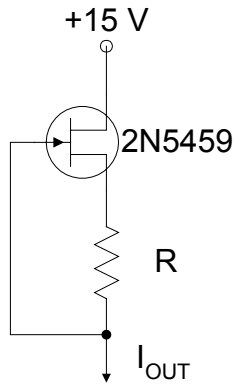

Figura 5. Fuente de corriente del JFET.
3. Puede utilizar el chip del 555 para generar una forma de onda de diente de sierra, en lugar de la onda cuadrada disponible en el pin 3 de salida. Una forma de hacerlo es conducir el condensador con una fuente de corriente (que proporcionará una tensión lineal del condensador con el tiempo) y reajustar el condensador (descargarlo) con la conexión de descarga del 555. Diseñe y construya este circuito para generar una forma de onda de diente de sierra de 10 kHz con un reajuste de tiempo inferior al 1 % del periodo del diente de sierra. Construya la forma de corriente utilizando el FET 2N5459 en la configuración de la Figura 5. Las características del FET y el valor de la resistencia R determinan la corriente que suministra esta fuente. **Nota: para proteger el 555 de daños cuando se descargue el condensador, debería asegurarse, por lo general, de que hay al menos una resistencia de 1 kΩ en el trayecto de descarga. Sin embargo, si ubica esta resistencia como se muestra anteriormente, [RB], distorsionará la forma de onda de diente de sierra. Posiblemente desee reubicar esta resistencia para que siga estando en serie con el pin 7, pero no en el trayecto de carga. Es posible que también desee eliminar totalmente esta resistencia si su condensador temporizador es lo suficientemente pequeño como para que la resistencia de saturación del transistor limite la corriente de carga para salvar niveles.**